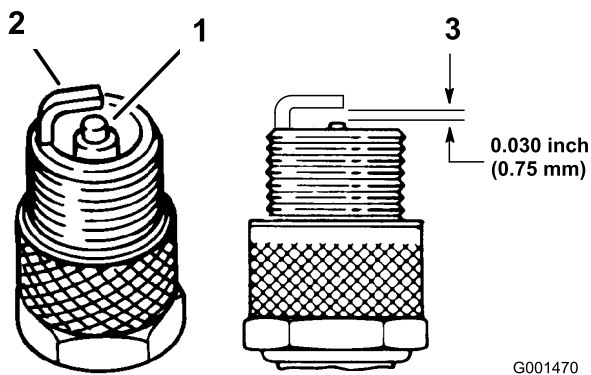

Bild 23
- Sehen Sie sich die Mitte der Zündkerzen an (Bild 23). Wenn der Kerzenstein hellbraun oder grau ist, ist der Motor richtig eingestellt. Eine schwarze Schicht am Kerzenstein weist normalerweise auf einen schmutzigen Luftfilter hin.
2. Prüfen Sie den Abstand zwischen den mittleren und seitlichen Elektroden (Bild 23). Verbiegen Sie die seitliche Elektrode (Bild 23), wenn der Abstand nicht stimmt.